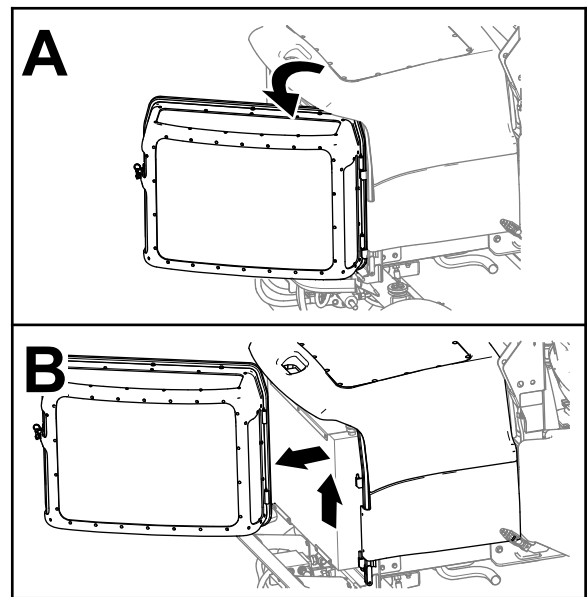

Figure 63
3. Déverrouillez la grille du moteur, ouvrez-la et soulevez-la hors de la machine (Figure 63).